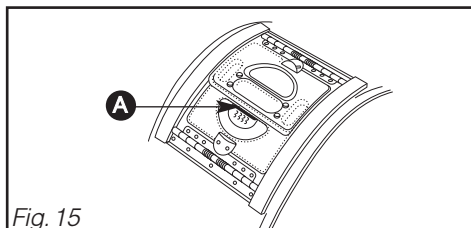

Fig. 15
*Pour un bon verrouillage, vérifiez que le liseré bleu **A** du poussoir est bien visible (Fig. 15).*